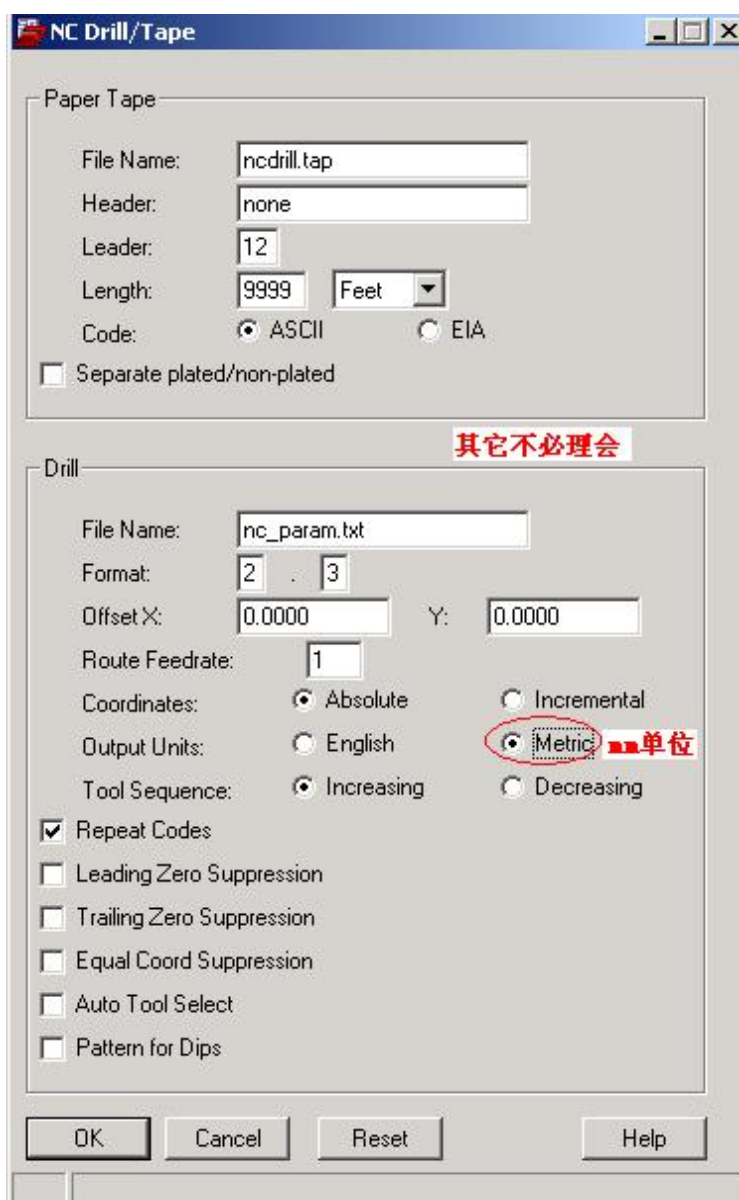

图 6.3 数控机床钻孔输出参数设置窗口
2. 参数设置参照图 6.3 进行设置，然后点击 **OK** 按钮关闭窗口